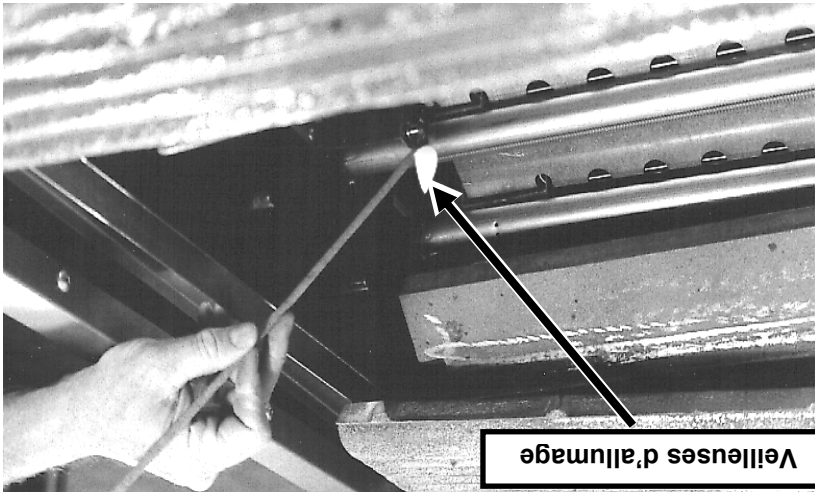

FIG. 6
3. Ouvrez le robinet d'arrêt principal du gaz. Allumez les veilleuses à l'aide d'une tige pour allumer les bougies. Voir Fig. 6. Réglez la vis de la soupape de la veilleuse jusqu'à ce que la flamme de la veilleuse ait une légère pointe jaune.